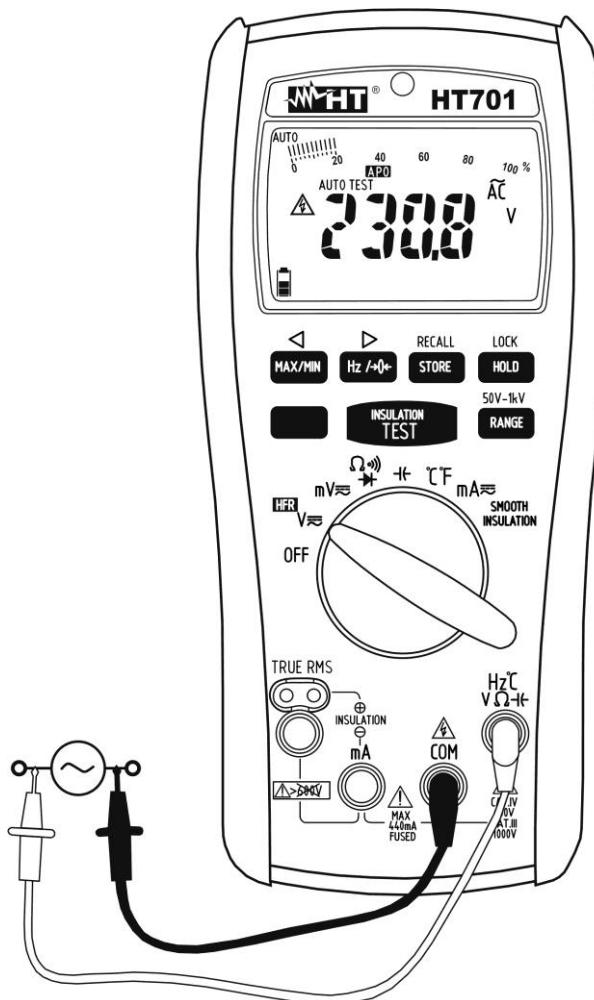

Fig. 3 : Utilisation de l'instrument pour mesure de tension AC
4. Insérer le câble rouge dans l'entrée du jack **Hz°CVΩ-H** et le câble noir dans l'entrée du jack **COM** (voir la Fig. 3).